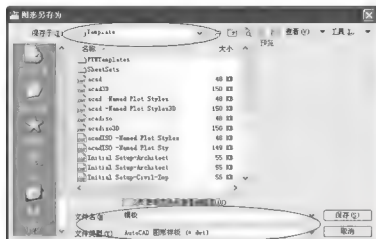

图 4.94 另存图形文件
④ 启动【擦除】命令,将水平线擦除。
(9) 将图形文件另存:选择文件类型为【AutoCAD 图形样板(\*.dwt)】,此时AutoCAD自动选择AutoCAD 2010安装目录下的Template(样板)文件夹,把文件命名为“模板”,如图4.94所示。